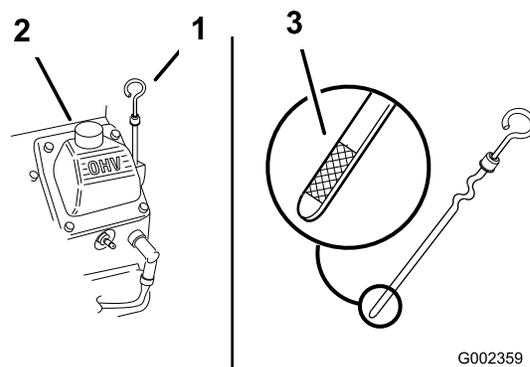

Figura 16
2. Pulite attorno all'asta di livello (Figura 16) in modo che la morchia non possa penetrare nel foro di rifornimento e danneggiare il motore.
3. Togliete l'asta di livello, asciugatela e reinsertela a fondo (Figura 16).
Il livello dell'olio deve raggiungere la tacca di pieno sull'estremità metallica dell'asta (Figura 16).
5. Se il livello dell'olio non raggiunge il segno di pieno (Full), togliete il tappo del tubo di rifornimento (Figura 16) e rabboccate con olio fino a portarlo al segno Full sull'asta di livello. **Non riempite troppo.**